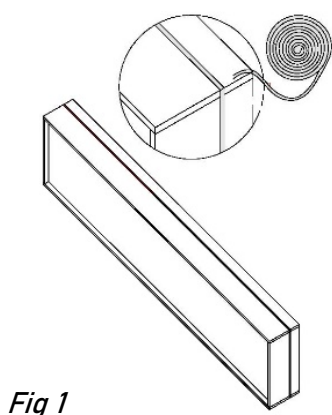

Fig 1
- Jambage Bloc ou ½ Bloc (Fig. 1) : Ils se fixent entre eux comme les murs courants.